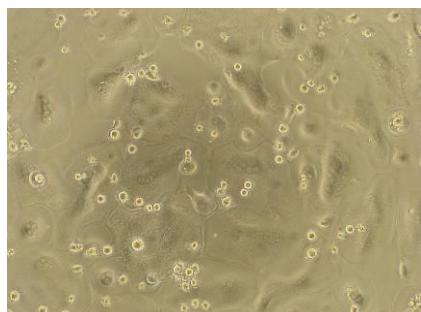

図 1 : M-CSF/RANKL で分化誘導した破骨細胞
7. 5%CO₂存在下の 37°C インキュベーターで培養し、播種してから 3 日目に 1 ウェルあたり培養用メディウム 100μL ずつ交換してください。それ以降は 1~2 日おきに 1 ウェルあたり培養用メディウム 100μL ずつ交換してください。播種してから 4~7 日目頃から数個の細胞が融合した破骨細胞が観察されます（図 1 参照）。